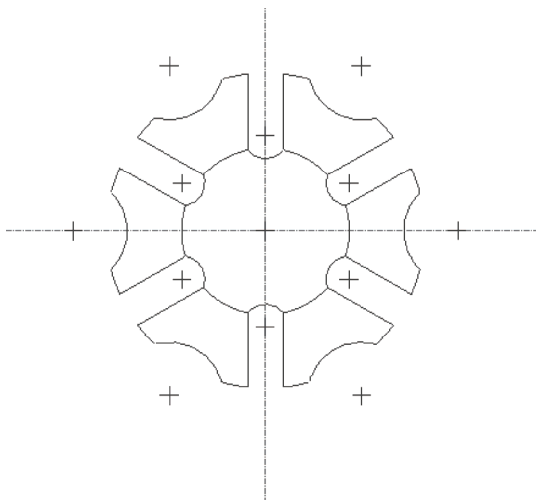

图 2-20 绘制垂直中心线
STEP 04 再绘制一条垂直中心线，完成中心线的绘制，效果如图 2-20 所示。